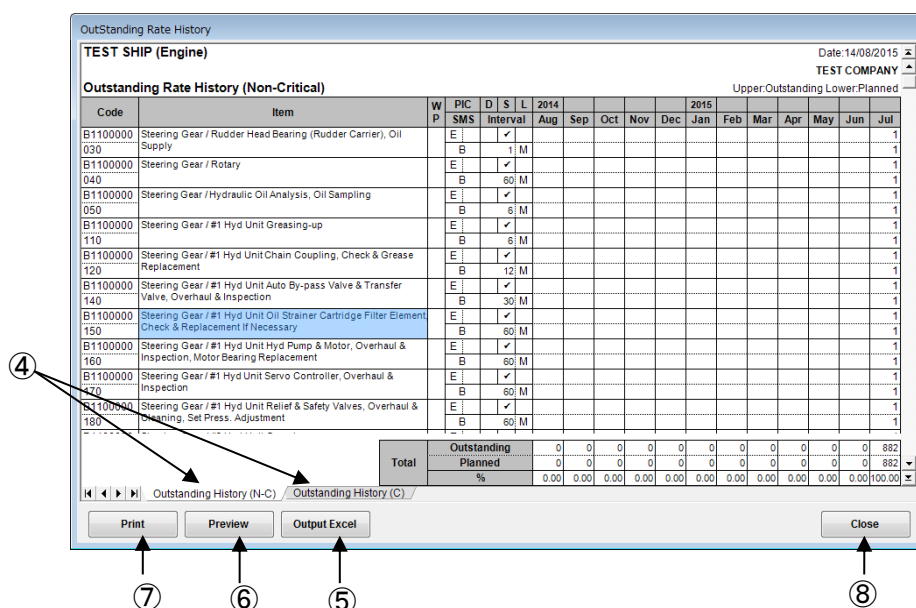

図 16-7 Outstanding Rate History for last 12 months ダイアログ
- (2) [Non-Critical]又は[Critical]ボタンをクリックしてください。
- (3) “Outstanding Rate History”ダイアログ(図 16-7)が表示され、過去 12 ヶ月分の “Critical” (重要機器) 又は “Non-Critical” (重要機器以外) の各作業項目の “Outstanding”(未実施作業数)と “Planned” (計画作業数) を参照することができます。
- (4) “Outstanding Rate History”ダイアログの下部にあるタブによって “Non-Critical” / “Critical”の履歴表示を切り替えることができます。
- (5) [Output Excel]をクリックすると、“Outstanding Rate History”を Excel 形式で出力することができます。
- (6) [Preview]ボタンをクリックすると、印刷プレビュー画面が表示されます。
- (7) [Print]ボタンをクリックすると、印刷画面が表示され、印刷することができます。
- (8) [Close]ボタンをクリックして“Outstanding Rate History”ダイアログを終了させてください